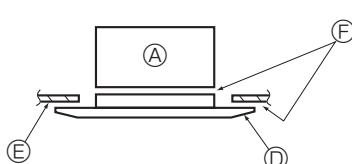

Fig. 5-8
* Kontrollera att det inte finns något mellanrum mellan huvudenheten och gallret eller mellan gallret och taket. (Fig. 5-8)